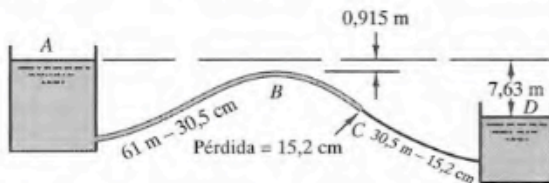

Figura 8.7.
- 8.65. a) Determinar el caudal de agua que circula a través de las tuberías nuevas de fundición mostradas en la Figura 8.7. b) ¿Cuál es la presión en *B* si está a 30,5 m del depósito *A*? (Utilizar la Tabla 3.)